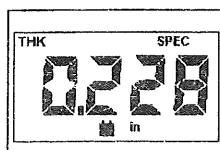

図 2-21
- THK と SPEC が表示されます。(図 2-21 参照)